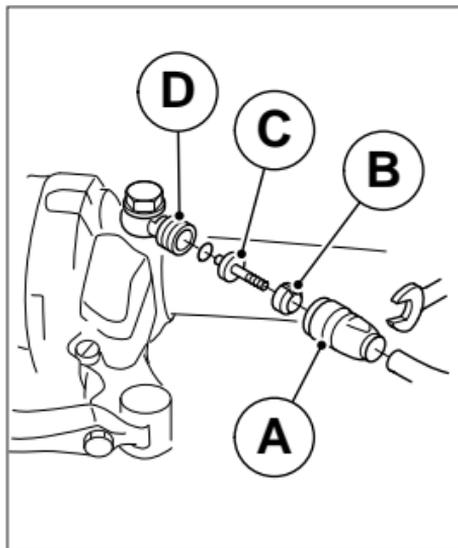

Fig. 8
Rimuovere il raccordo **A** (Fig. 8) con una chiave aperta di 8mm.
*Se il bicono **B** (Fig. 8) non viene serrato come prescritto, durante la guida, potrebbe allentarsi e causare il distacco del tubo con conseguenze gravi per l'utente del mezzo e per chi si trova nelle vicinanze.*